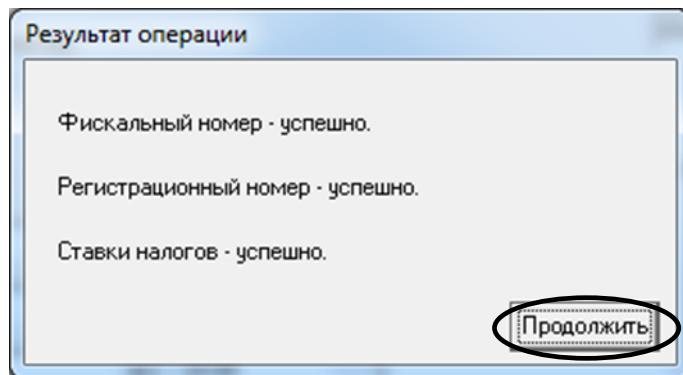

Рисунок 23
5.8 З'явиться вікно (рисунок 23). Натиснути кнопку «Продолжить».